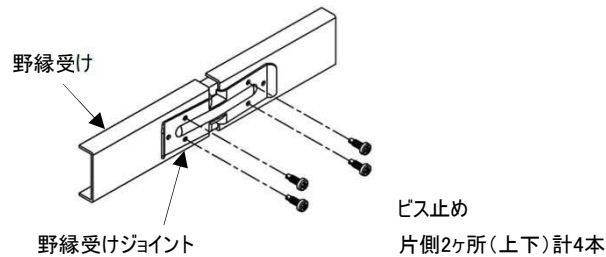

図 2-1 野縁受け接続部
- ・野縁受けの接続部は野縁受けジョイントを使用し、隣り合う野縁受けのジョイント部分が、交互になるよう取り付ける。その際φ4ビス(4本)で背側からビス止めする。(図2-1参照)